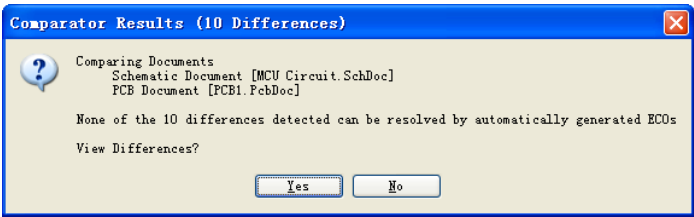

图 7-39 比较结果提示
- Step2** 单击菜单栏中的“设计”\“Update Schematic in MCU.PrjPcb（更新原理图）”命令，系统将对原理图和 PCB 图的网络报表进行比较，并弹出一个对话框，比较结果并提示用户确认是否查看二者之间的不同之处，如图 7-39 所示。